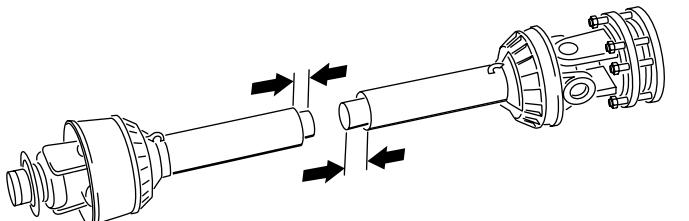

Figure 17
11. Séparez les deux moitiés de l'arbre de PDF (Figure 17).
12. Mesurez la distance entre l'extrémité de chaque tube et son enveloppe de protection (Figure 17). Notez ces distances.